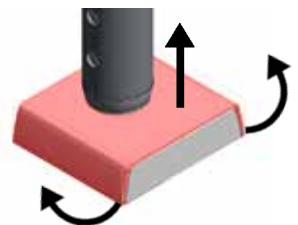

Fig. 3
- ⇒ Abra ligeramente la tapa por la derecha y por la izquierda, y deslícela hacia arriba (fig. 3).